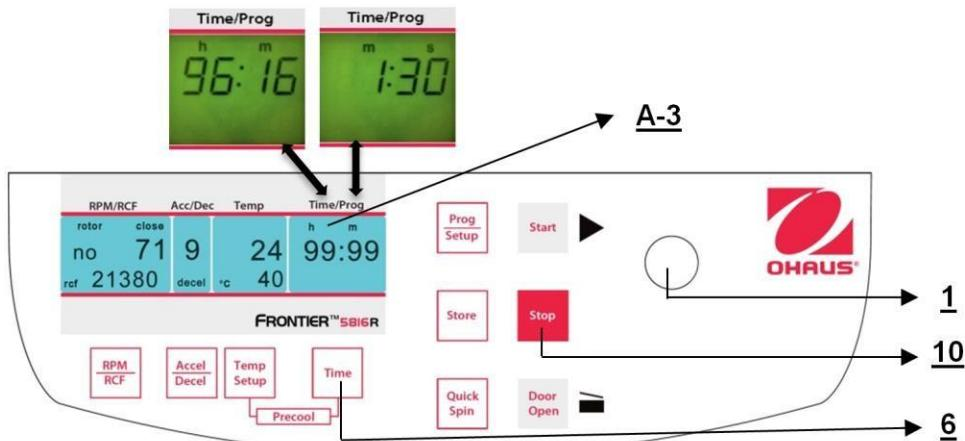

Figura 20
3. La operación continua "**cont**", que puede interrumpirse con el botón "**Stop**"(10) (vea la Figura 20).
La pantalla siempre muestra el tiempo de operación restante. (Vea la figura 20.)
Si las muestras son sensibles a la temperatura, es útil preenfriar la centrífuga, el rotor y eventualmente los portabulos a la temperatura de trabajo requerida. Por lo tanto, inserte el rotor deseado y preajuste la temperatura respectiva. Al presionar en forma simultánea los botones "Temp/Setup" (13) (vea la Figura 20) y "Time" (6), inicia la operación. Durante la operación, la unidad selecciona automáticamente una velocidad rotacional que es equivalente al 20% de la velocidad rotacional permitida del rotor respectivo. Después de que se alcanza la temperatura predeterminada, puede salir de la operación de preenfriamiento con el botón "Stop" (10). Dependiendo del rotor insertado, el preenfriamiento dura aproximadamente entre 10 y 20 minutos.